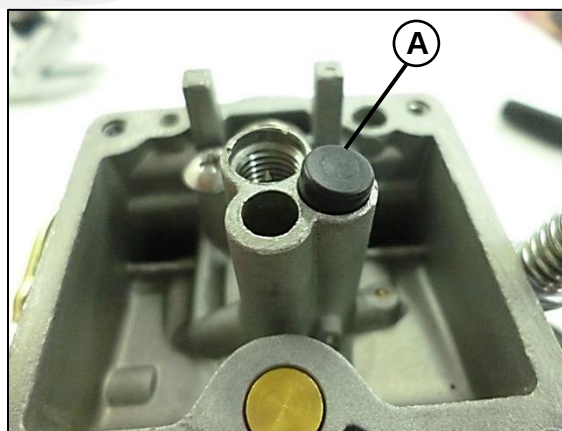

Fig.21
Tenga especial cuidado al remover el tapón (A) de no perderlo, este sirve como depósito para el sistema de choke; En él se alojara todas las partículas que se filtren del ambiente. Fig.21